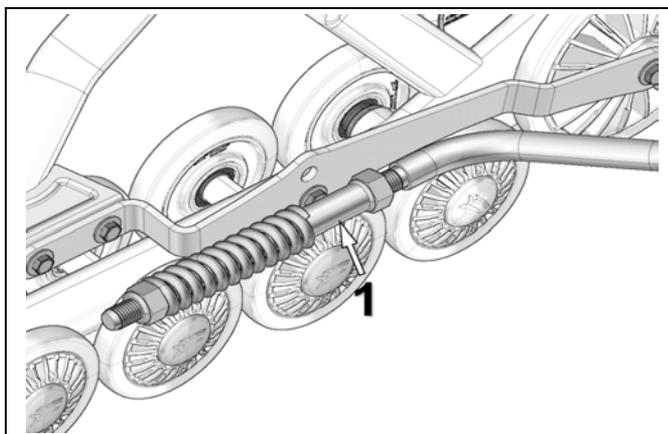
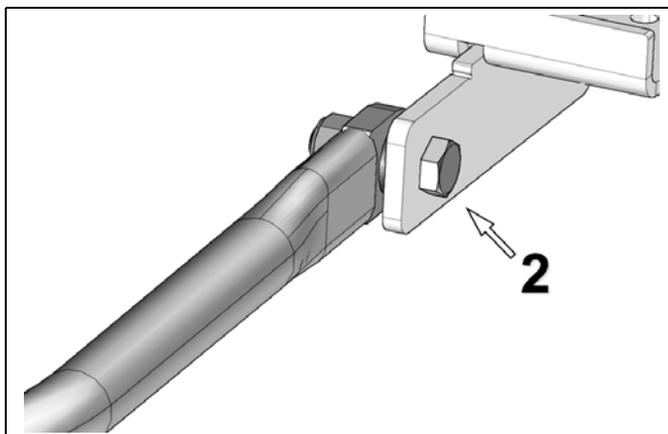

Figure 8
Figure 9
- Le bras stabilisateur doit être fixé au système de traction (1) et à l'ancrage arrière (2) installé sur le véhicule. Voir la Figure 8 et la Figure 9.